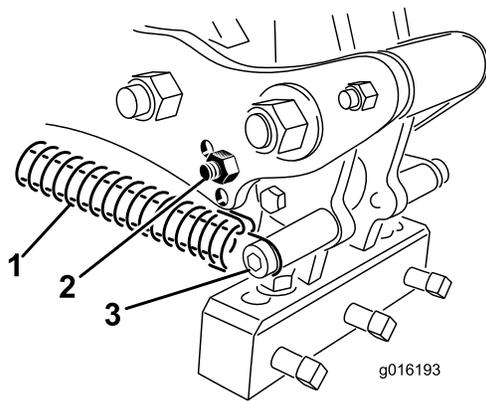

Figura 36
3. Desconecte el muelle tensor del cabezal de taladros (Figura 36).
- Retire el perno del tope y el tope del brazo de acoplamiento, y colóquelos en el otro taladro de ajuste (Figura 36).